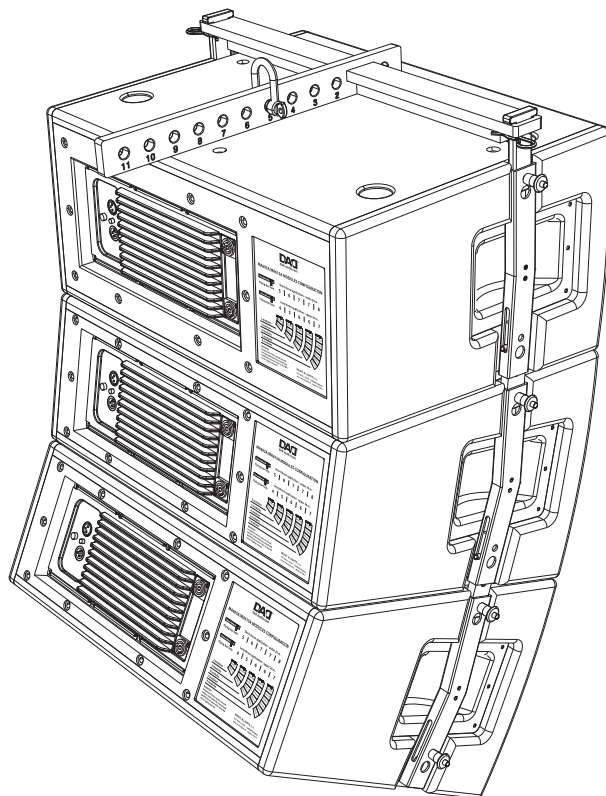

Fig.9
4. Collegare gli altri diffusori seguendo la stessa procedura per la connessione di un singolo diffusore. Controllare che tutte le spine di aggancio rapido siano correttamente bloccate (fig.9).
4. Connect all the loudspeakers following the same procedure and connecting a single loudspeaker each time. Check that all the quick lock pins are secured and locked (fig.9).